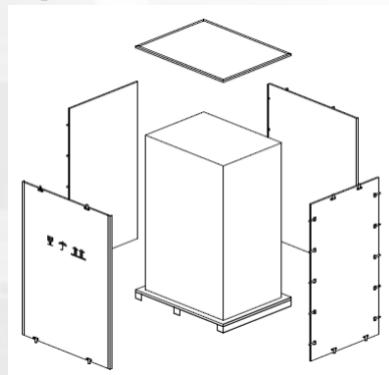

Рис. 2-3 Распаковка ящика
- 3) С помощью шила и молотка вскройте верхнюю пластину деревянного ящика со стальными краями, а затем боковые доски (см. рис. 2-3).